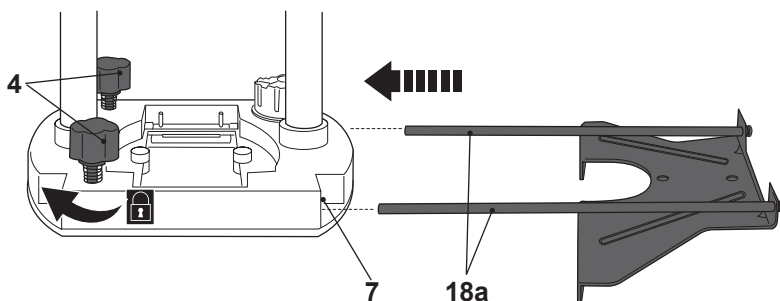

Fig. 8
- > Glisați capetele deschise ale tijelor (18a) prin orificiile de la bază (7) (Fig. 8).